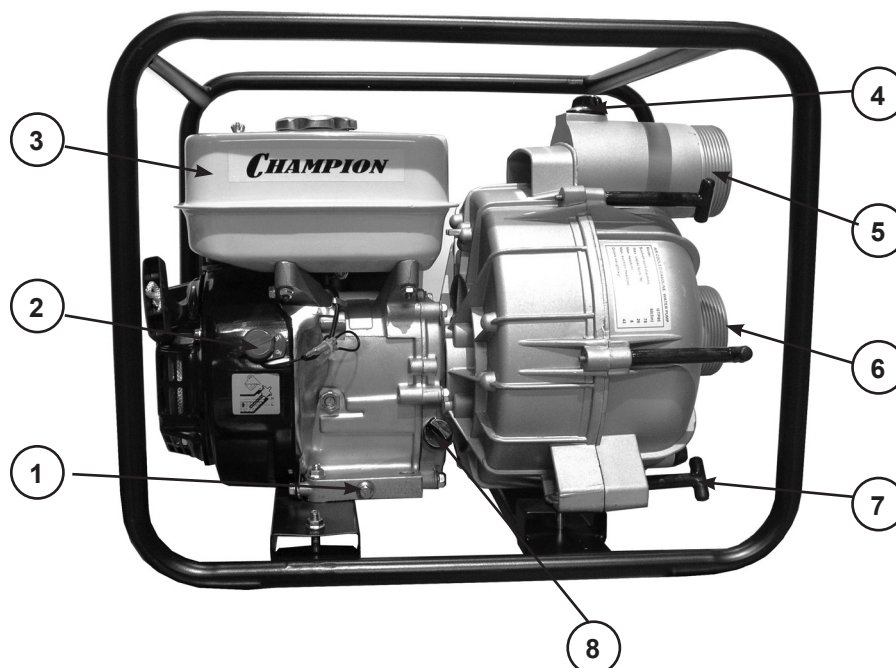

Рис.1
Выключатель зажигания(2) Рис.1 и замок зажигания(1) Рис 4.